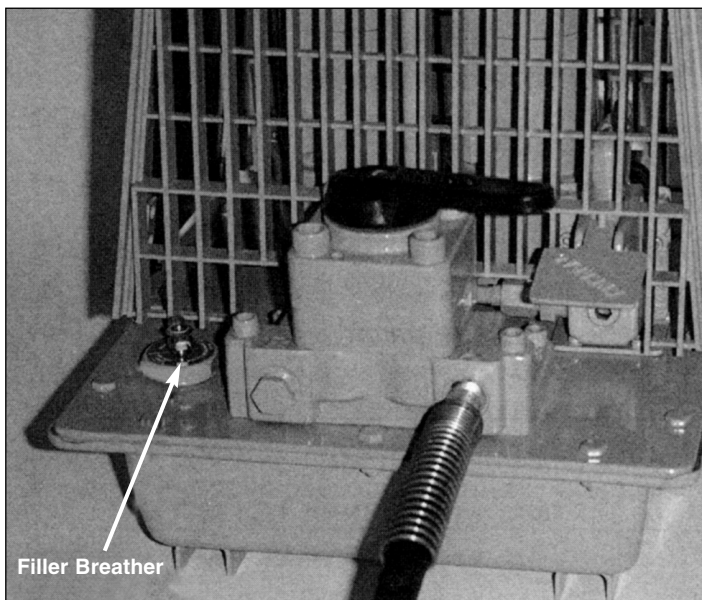

図2-エアイベント/注油プラグの位置
2. エアイベント/注油プラグを取り外し、上部からおよそ 15 mm まで給油します。(図2参照)